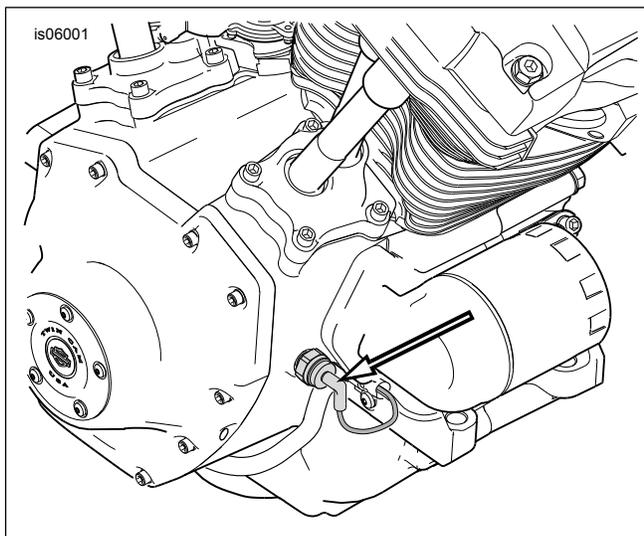

Figura 1. Ubicación del interruptor de la presión de aceite (típico)
1. Vea Figura 1. Extraiga el interruptor de la presión de aceite. Extraiga y deseche el interruptor. Limpie el agente fijador anterior de la abertura con rosca.